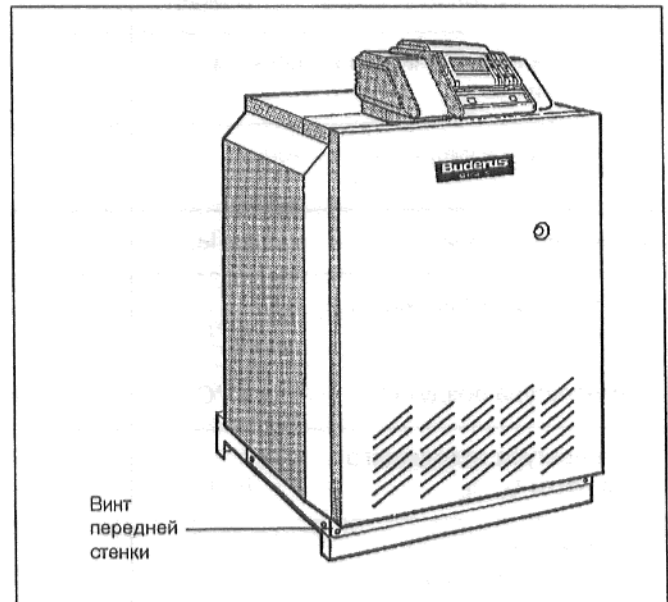

Рис. 27: G234 X, смонтирован в готовом виде
- Вставить сверху переднюю стенку котла, закрыть ее и вернуть предохранительные винты снизу в переднюю стенку котла (Рис. 27).